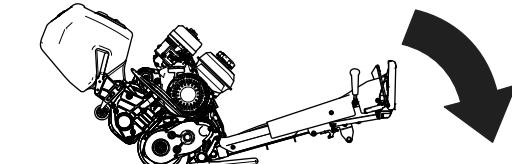

図 9
2. トラクションユニットのハンドルを操作してカッティングユニットを床まで下降させる図9。